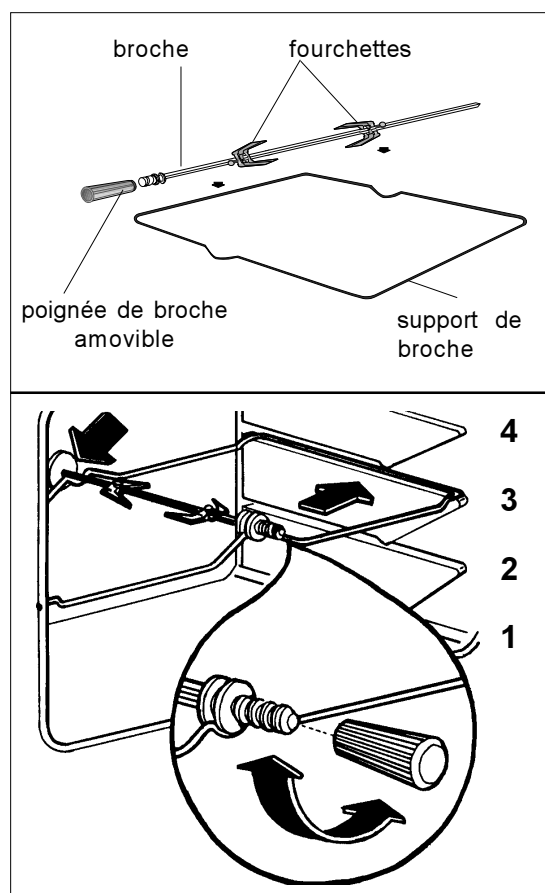

Fig. 5
- 1) Vissez la poignée amovible sur la broche (Fig. 5).